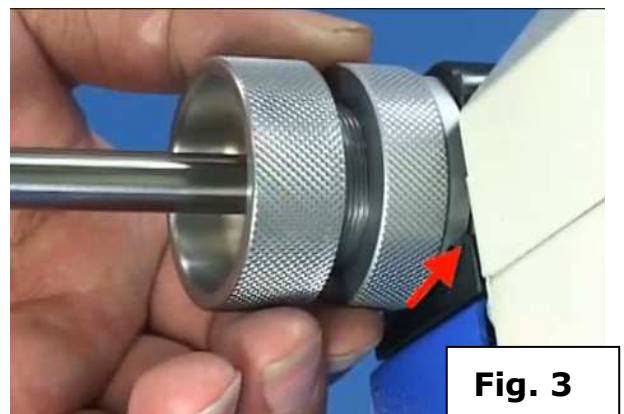

Fig. 3
- Insertar el mandril con la broca en la guía de ajuste, girando ligeramente hacia la guía de ajuste (2). (Fig. 3)